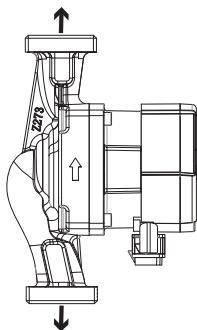

Рис. 2 Направление потока
1. Стрелки на корпусе насоса показывают направление потока жидкости (см. Рис.2).